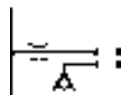

图 17.8.24 插入块（一）
(6) 创建块。选择下拉菜单 **绘图** \rightarrow **块** \rightarrow **创建** 命令，系统弹出“块定义”对话框，在名称下输入“块 2”，单击 **拾取点** 左侧的 **捕捉** 按钮，通过捕捉选取两条倾斜直线的交点并单击，系统自动回到“块定义”对话框；单击 **选择对象** 左边的 **+** 按钮，选取步骤 (5) 绘制的图形，并按 **Enter** 键，系统自动回到“块定义”对话框，在对话框中选中 **删除** 单选项，单击 **确定** 按钮完成块的定义。
(7) 插入块。选择下拉菜单 **插入** \rightarrow **块** 命令，系统弹出“插入”对话框，在 **名称** 的下拉列表中选择“块 2”，单击 **确定** 按钮，在步骤 (4) 绘制的垂直直线的下端点处单击，完成块的插入。结果如图 17.8.24 所示。